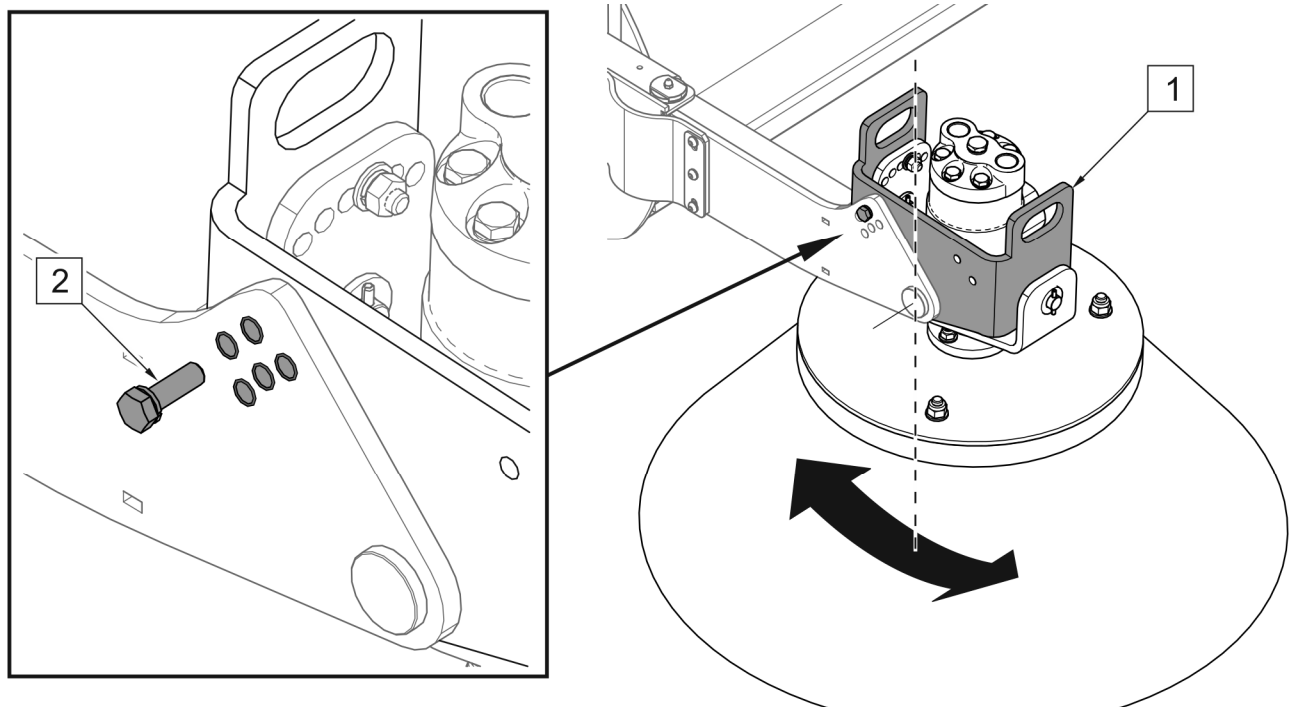

ABBILDUNG 5.4 Einstellen der Längsneigung
- Einstellung der Längsneigung (ABBILDUNG 5.4).
(1) - Halterung des Bürstenkopfes; (2) - Stellschraube für die Längsneigung
Die Einstellung der Längsneigung der Seitenbürste (ABBILDUNG 5.4) besteht in der Änderung der Position der Stellschraube (2) in den Löchern der Halterung.